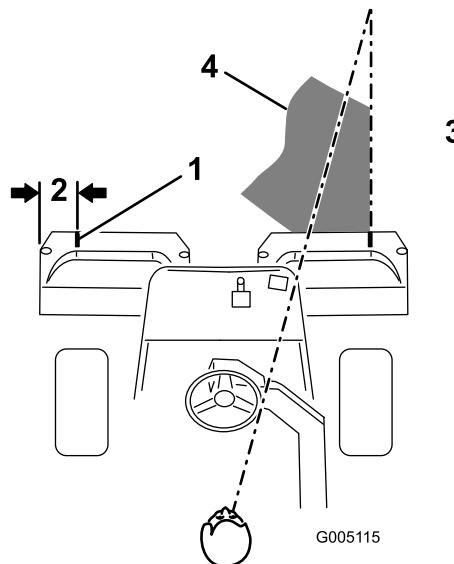

Figura 10
- Coloque un trozo de cinta blanca o pinte una raya en cada recogedor, paralelo al borde exterior de cada uno (Figura 10).